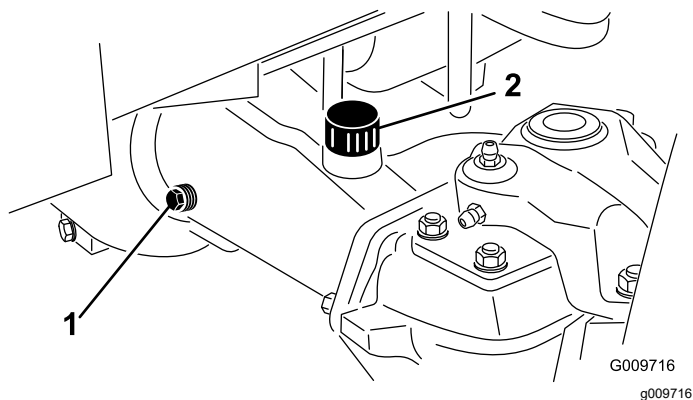

図 105
2. アクスルの一方の端部から点検用プラグを抜き、穴の高さまで潤滑油があることを確認する 図 105。